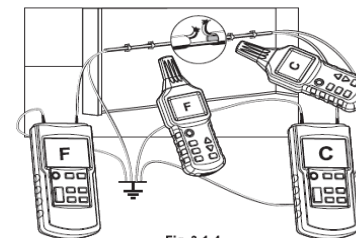

Fig. 3-1-4
Pokud jsou vysílače připojeny jako na obrázku Fig 3-1-4, přijímač ukazuje C na levé straně
- Všechny vodiče, které nejsou využívány musí být připojeny k přídavnému zemnění jako na obrázku Fig 3-1-4.
- Připojte oba vysílače jako na obrázku Fig 3-1-4.